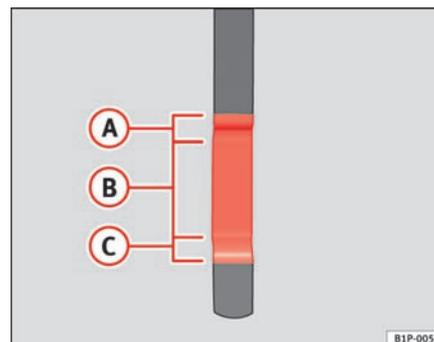

Fig. 145 Varilla de medición del nivel de aceite.
- A continuación, vuelva a extraerla y compruebe el nivel de aceite ⇒ **página 216, fig. 145**. En caso necesario, reponga aceite del motor.